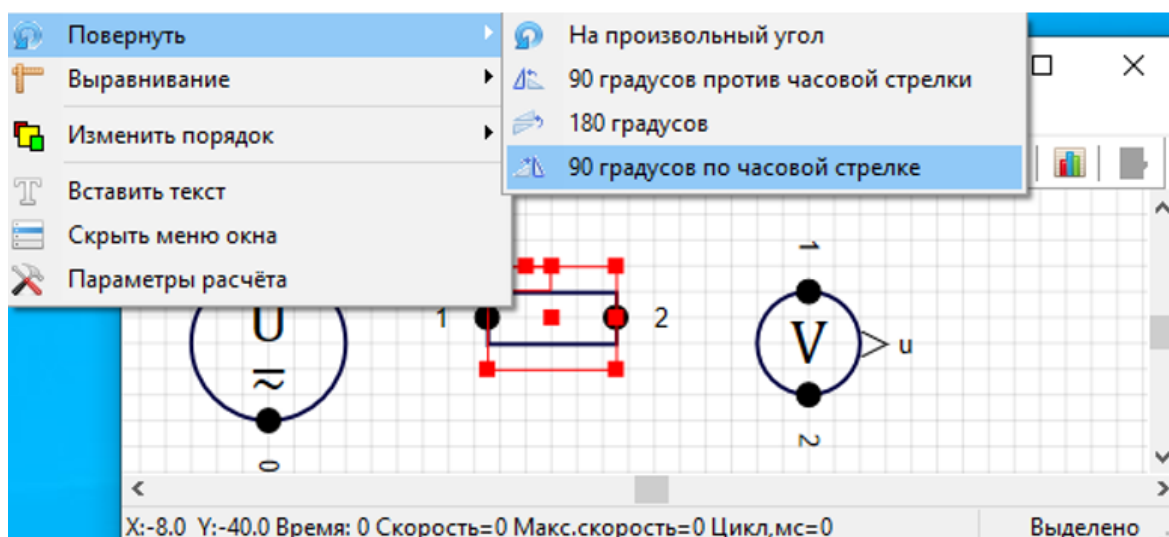

Рис. 1.10
4. Развернуть блок **RLC-цепь**, выделив его, нажать правую клавишу мыши и выбрать в появившемся контекстном меню **Повернуть → 90 градусов по часовой стрелке** (рис. 1.10).